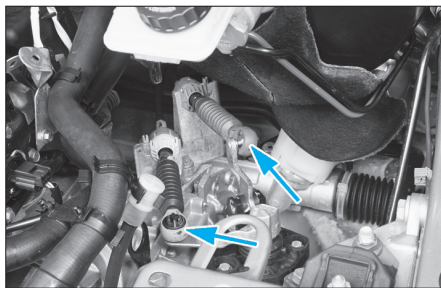

FIG. 8
- Dégrafer les câbles de commande et de sélection de vitesses sur la boîte (Fig.8) :